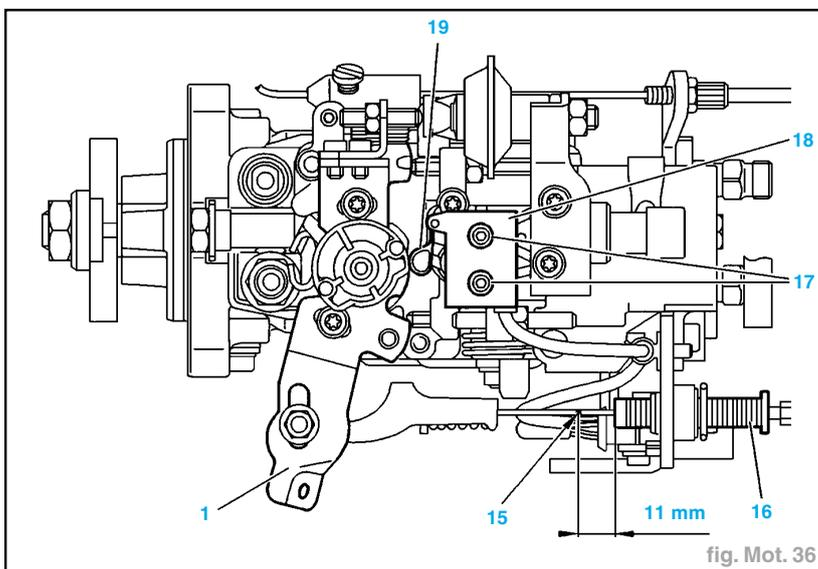

fig. Mot. 36
- Tracer un repère (15) sur le câble à 11 mm de l'embout (16) (fig. Mot. 36).
- Déplacer le levier de charge (1).
- L'ouverture du contact (19) doit s'effectuer lorsque le repère (15) coïncide avec l'embout (16) ; sinon, régler le contacteur.